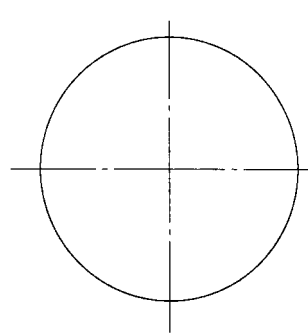

图 1 角顶在竖向中心线上
2. 用三角板分别作图 1 的外切正六边形，图 2 的内接正六边形。
1-5-1 常见错误——读读图1，比比图2